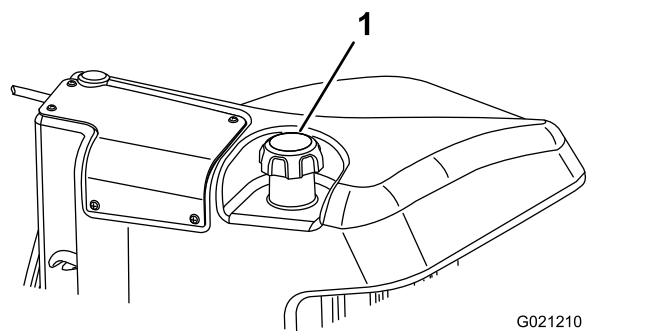

Figura 27
3. Retire el tapón del depósito de combustible (Figura 27).